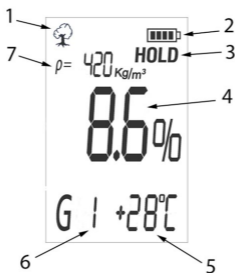
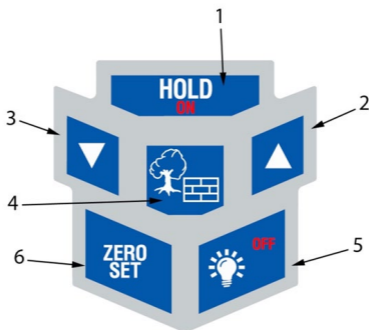

Ilustración 1
Ilustración 2
En el panel frontal hay una pantalla digital (véase la ilustración 1), el teclado que está formado por 6 botones (véase la ilustración 2), el sensor de humedad situado debajo del panel trasero del aparato. Las pilas se encuentran en el compartimento de pilas en la parte trasera inferior del aparato.
Conecte el aparato pulsando brevemente el botón (1), consulte la ilustración 2. Si no aparece información en la pantalla o si el indicador de estado de batería indica un bajo nivel de carga de las pilas, cambie la fuente de alimentación.
Para desconectar el aparato, mantenga pulsado el botón (5), consulte la ilustración 2, hasta que se apague.
Si pulsa el botón (6), consulte la ilustración 2, el aparato entra en el modo de cero automático. Aparecerá la siguiente información en la pantalla:
Después de elegir el material con el botón (4), consulte la ilustración 2, y el grupo de material mediante el botón (2);(3) ponga la placa del sensor sobre la superficie de comprobación. Para obtener lecturas precisas hay que garantizar que el sensor se adapte a la superficie de prueba (entre el sensor y la superficie no debería haber un espacio de separación) y que posteriormente lea el resultado. La superficie debería ser llana, estar limpia y ser homogénea, sin mellas profundas ni protuberancias. El aparato debería comprimirse ligeramente contra la superficie de comprobación con una fuerza aproximada de 1 kg mientras se realizan las mediciones.
Si mantiene pulsado el botón (2), consulte la ilustración 2, la unidad de temperatura cambia de Celsius a Fahrenheit y con una pulsación de un segundo vuelve a Celsius.